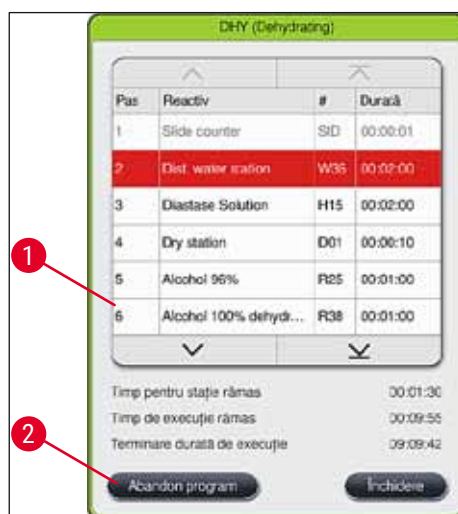

Fig. 88
2. Apare o listă cu pașii programului (→ "Fig. 88"); Pasul curent este marcat în roșu (→ "Fig. 88-1").